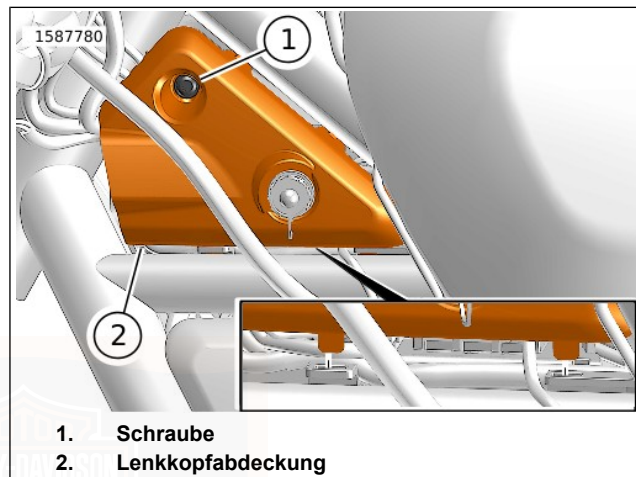

Abbildung 83. Lenkkopfabdeckung (linke Seite typischerweise)
1. Siehe Abbildung 83. Die Schraube (1) entfernen.
2. Kippen Sie die Seitenabdeckung (2) beim Anheben leicht nach außen.